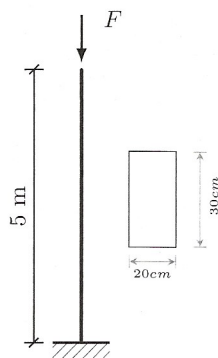

FIG. 3 : Poteau vertical
64. Quelle est la force critique d'Euler vis à vis du flambement du poteau de la figure 3, de longueur $L = 5 \text{ m}$? On considérera le module de Young $E = 20\,000 \text{ MPa}$ et une section rectangulaire de $20 \text{ cm} \times 30 \text{ cm}$.